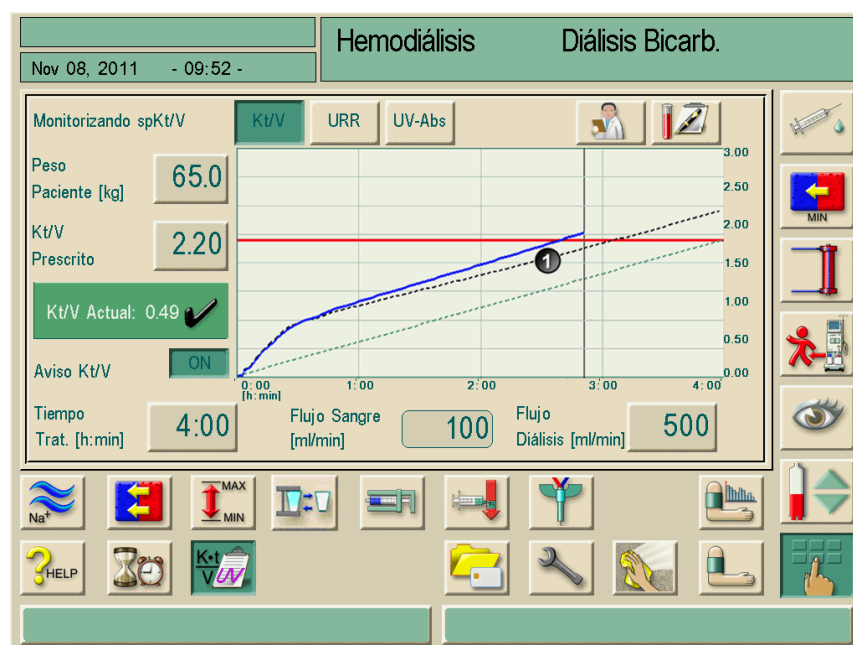

Fig. 10-16 Se muestra la línea negra de puntos de progreso
- Al pulsar una de los tratamientos mostrados aparecerá por la pantalla la línea negra de puntos de progreso hasta que se abra (Fig. 10-16, 1):